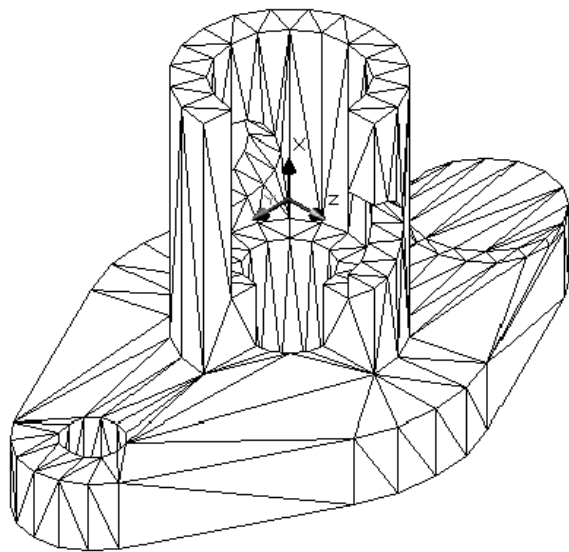

图 7-85
(21)单击【修改】下拉菜单中的【实体编辑】子菜单中的【差集】选项。将拉伸的圆柱从原实体中减去。如图 7-85 所示：